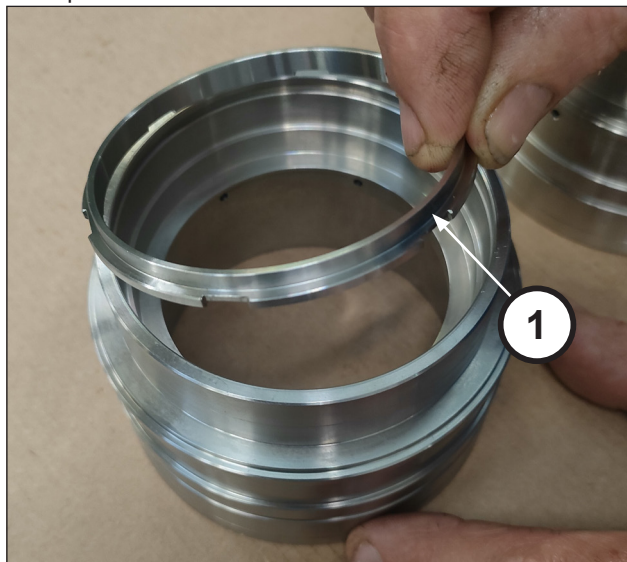
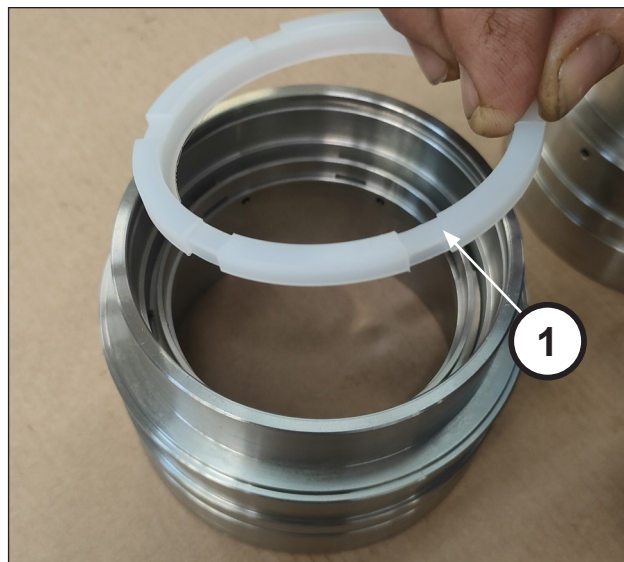

Fig. 149
Fig. 150
Insérer l'anneau de tête du racleur (rep. ①, Fig. 149) et le segment racleur (rep. ①, Fig. 150) dans le logement correspondant.